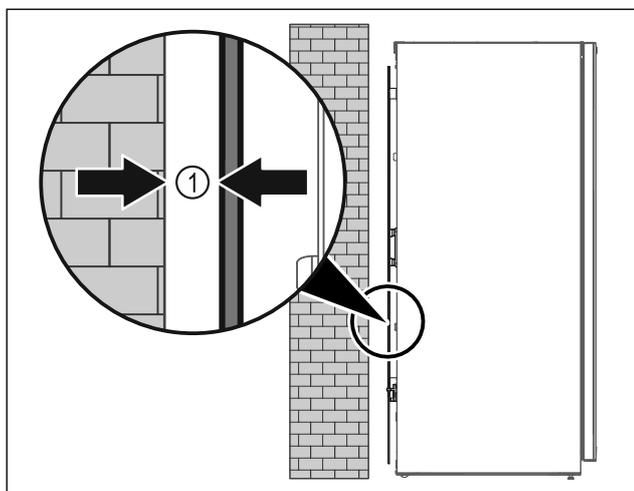

Fig. 9
- ▶ Instalați aparatul fie liber în încăpere sau direct la un perete cu o distanță minimă de 5 mm Fig. 9 (1).